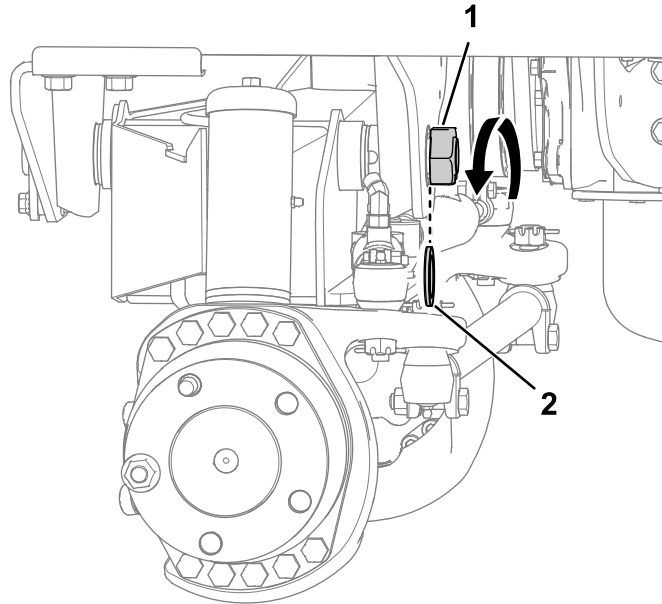

Figure 6
1. Retirez le contre-écrou et la rondelle de butée qui fixent l'axe de pivot au cadre, comme montré à la Figure 6.